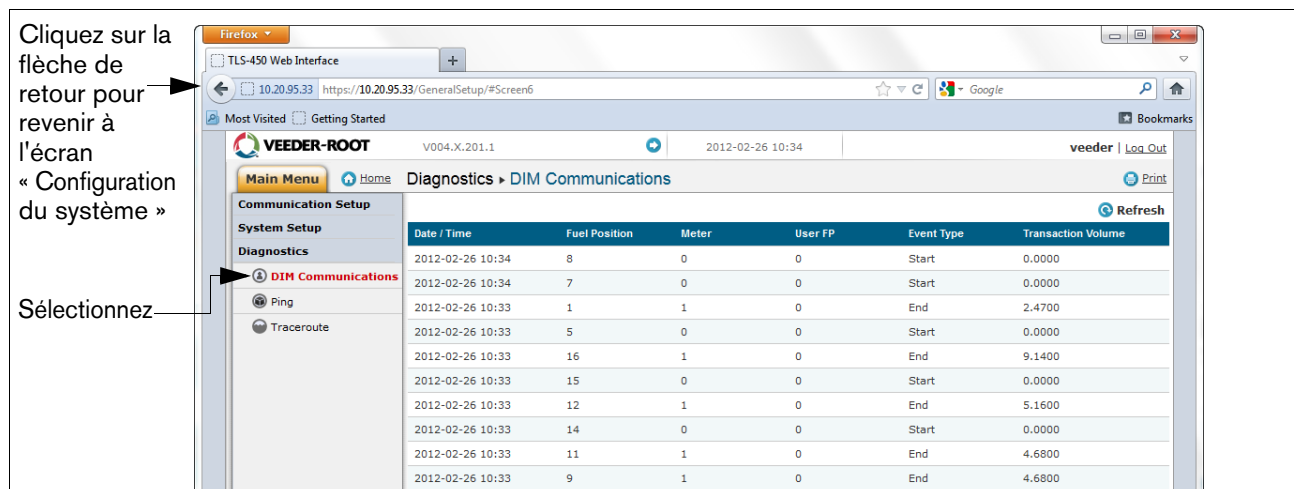

Figure A-10. Contrôle de la communication DIM
12. Sur la page « Diagnostics » (en bas à gauche de la figure ci-dessus), cliquez sur « Communications DIM » pour vérifier que les communications DIM sont bien enregistrées par l'enregistreur de données. Toute transaction réalisée après la configuration de l'enregistreur de données apparaîtra à l'écran (voir l'exemple à la Figure A-10.).